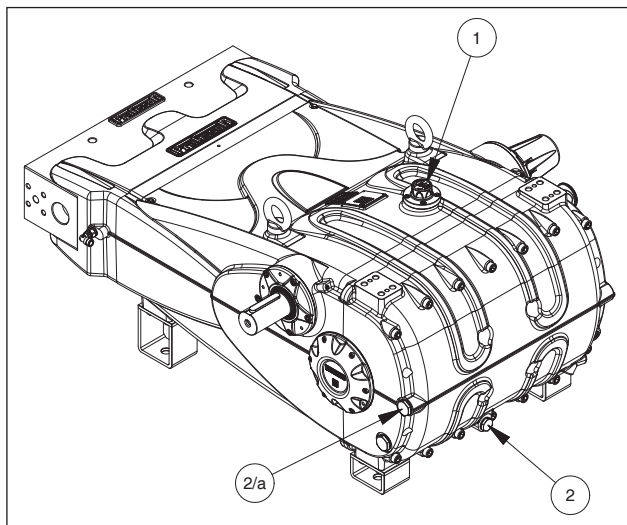

图 1
排油时必须拆除油位尺(①，图 1)，接着拆除泵壳后侧的排油塞(②，图 1)。在垂直版本上使用位于位置 (2/a) 的塞子。